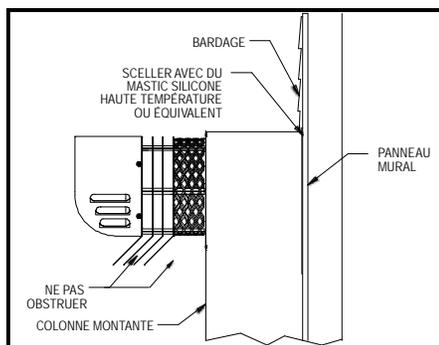

Figure 5
**AVERTISSEMENT : NE PAS enfermer ni obstruer le caisson d'évacuation forcée extérieur.** Cela entrave le refroidissement et peut présenter un danger d'incendie! Le bardage de bois ou de vinyle doit être découpé de manière à poser l'appareil directement sur le panneau de mur pour assurer un support stable. Si le bardage est de plus de 13 mm (1/2 po) d'épaisseur, poser une plaque ou un panneau d'espacement derrière le plateau de fixation de l'évacuation forcée (voir Figure 5).